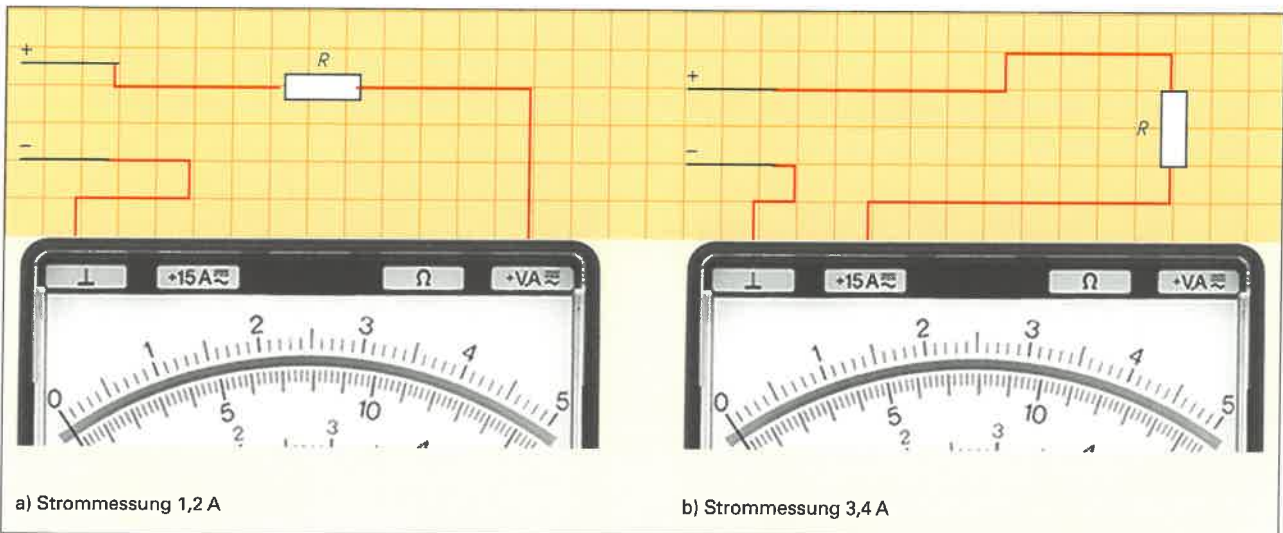

Bild 2: Strommessungen (2)
7. Mit dem Messgerät nach **Bild 2, Blatt-Nr. 8.1** soll ein unterschiedlicher Strom durch den Verbraucher  $R$  von a) 1,2 A und b) 3,4 A gemessen werden. Schließen Sie das Messgerät im **Bild 2** an.